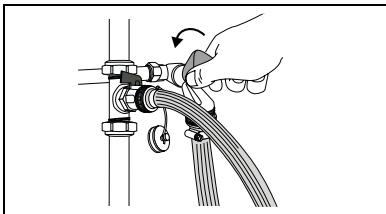

fig. 11 Vullen van de cv-installatie
- Draai de waterkraan volledig, en de vulkraan slechts gedeeltelijk open (fig. 11).